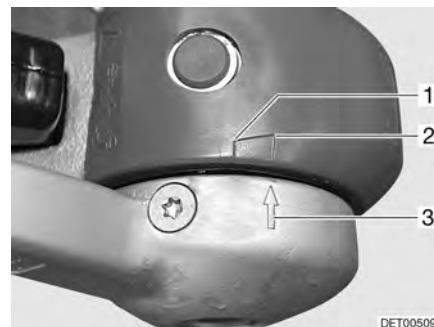

Fig. 196 Garnitures de friction
- Si la flèche se trouvant sur le disque de pression (Fig. 196,3) se trouve devant ou touche la zone témoin (Fig. 196,2), les garnitures de friction sont encore à l'état neuf.
- Si la flèche du disque de pression se trouve dans la zone témoin (Fig. 196,1 à 2), les coupelles de friction sont légèrement usées.
- Si la flèche du disque de pression se trouve à la fin de la zone témoin (Fig. 196,1) ou la dépasse, les coupelles de friction sont usées.